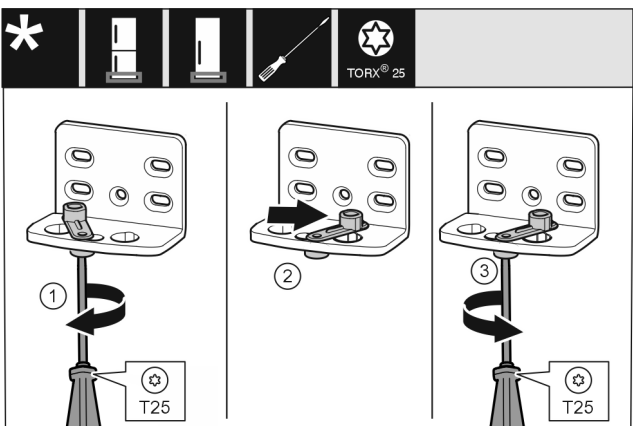

Fig. 11
- Skrutkovačom T25 voľne zaskrutkujte skrutku. *Fig. 11 (1)*
- Pomôcku na zatváranie dverí zdvihnite a otočte o 90° doprava v otvore. *Fig. 11 (2)*
- Skrutkovačom T25 pevne zaskrutkujte skrutku. *Fig. 11 (3)*